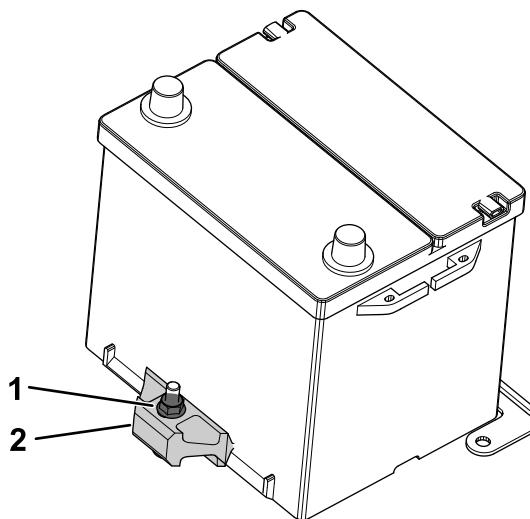

Figura 113
2. Afloje la contratuerca que sujeta el dispositivo de sujeción de la batería y retire la batería de la bandeja (Figura 113).
1. Coloque la batería en la bandeja y sujetela apretando la contratuerca del dispositivo de sujeción (Figura 113).